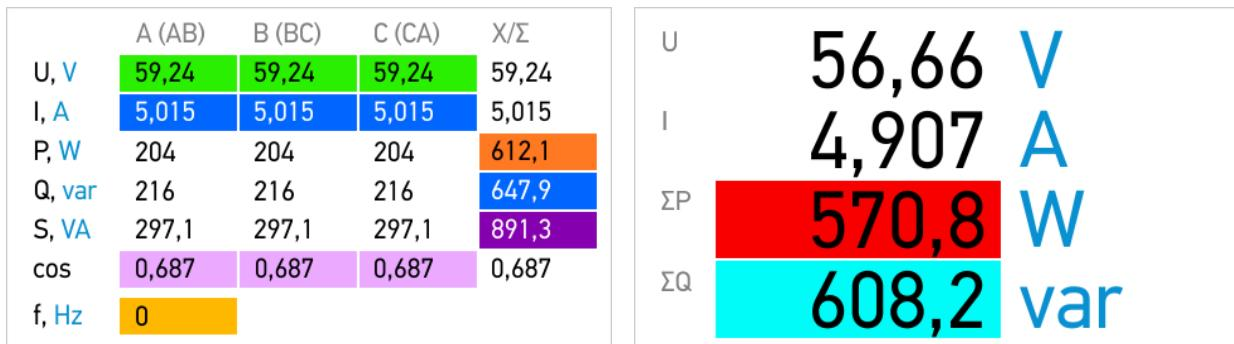

Рисунок 4.5. «Измерения» -> «Цифры»
- Таблица (все измеряемые параметры; рис. 4.5 слева)
- Частота (F);
- Настраиваемое представление (четыре любых параметра из перечня: $U_{cp}, I_{cp}, F, P_{\text{сумм}}, Q_{\text{сумм}}, S_{\text{сумм}}, \cos cp, W_{p+}, W_{p-}, W_{q+}, W_{q-}$; рис. 4.5 справа).